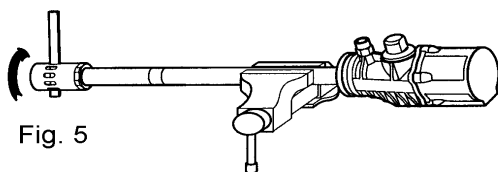

Fig. 5
1. Attach the pump to a vice in horizontal position, grabbing it by the suction tube (47).
2. Unscrew the intake filter tube (60) from the intake filter head (57) (fig. 5).
1. Fäst pumpen i ett skruvstöd horisontalt med fästpunkt över pumpröret (47).
2. Skruva loss inloppsröret (60) från inloppsfiltret (57) (Fig. 5).